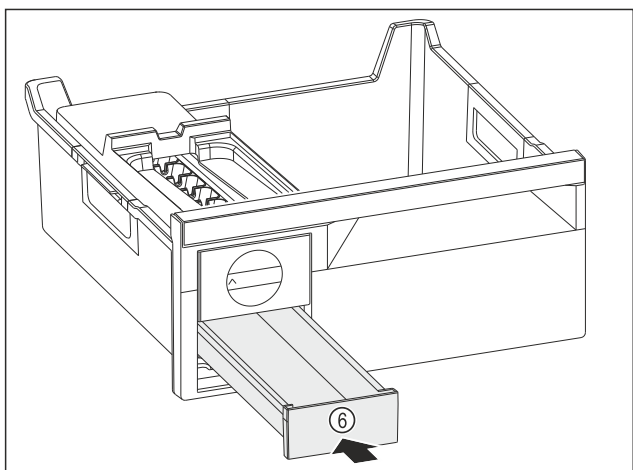

Fig. 135
- ▶ Skub isterningskuffen Fig. 135 (6) ind.